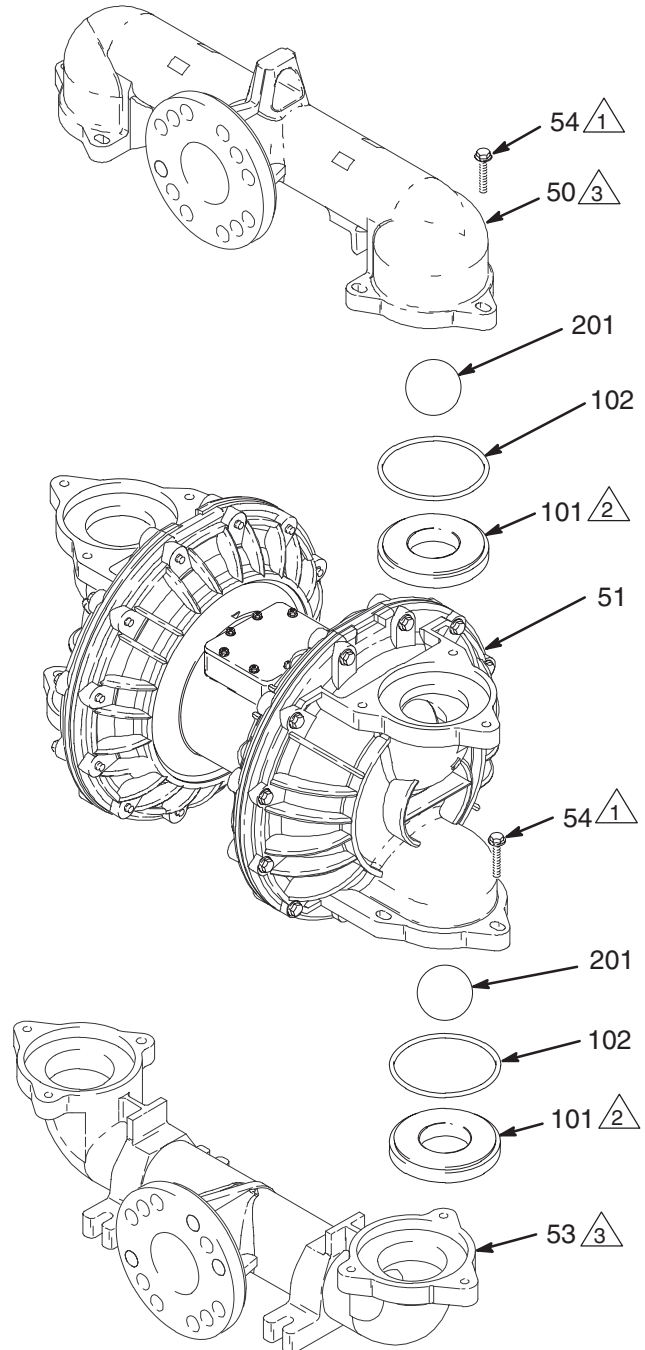

Abb. 7
Ausbau (Siehe Abb. 7)
Einbau (Siehe Abb. 7)
2. In umgekehrter Reihenfolge wieder zusammenbauen und dabei die Hinweise in Abb. 7 befolgen. Sicherstellen, daß alle Teile **exakt** wie dargestellt zusammengebaut werden.